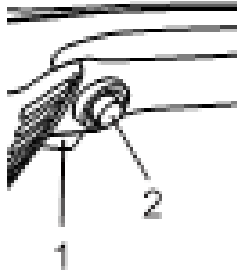

Рис. 3.2 Модели
3. Нажмите на кнопку 1 (рис. 3.2) для включения УШМ
4. Для фиксации режима включенного двигателя нажмите кнопку 2 (рис. 3.2)